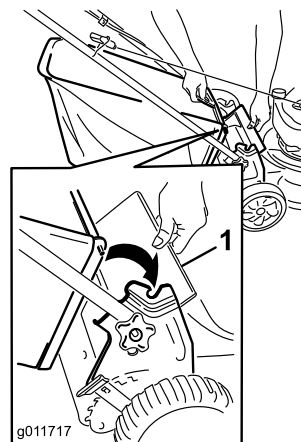

Рисунок 13
1. Поднимите задний отражатель (Рисунок 13).
2. Вставьте ручку мешка для травы в прорези на кронштейнах для ручки (Рисунок 13).